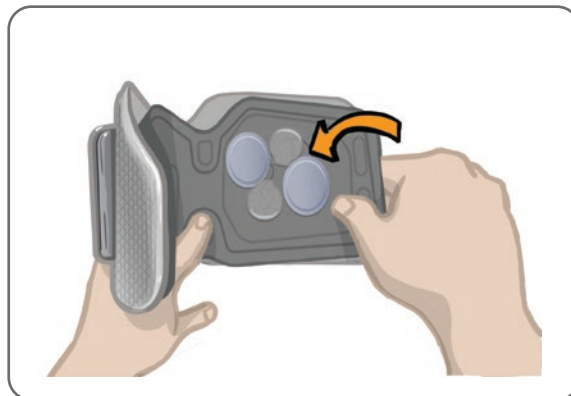

Figura 6-5: Rimozione del pannello personale
1. Staccare il pannello personale dal gambale per la parte inferiore della gamba (Figura 6-5).